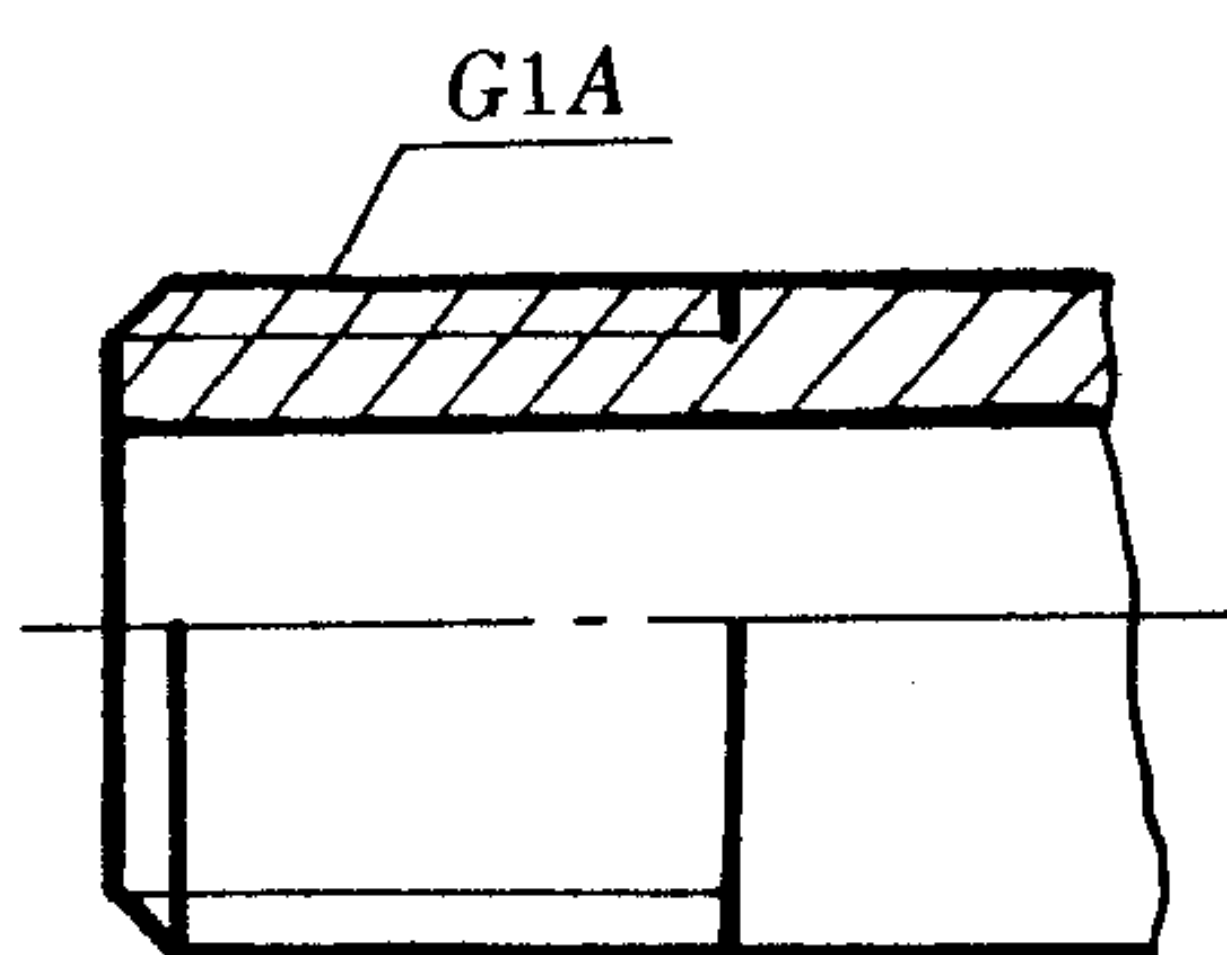
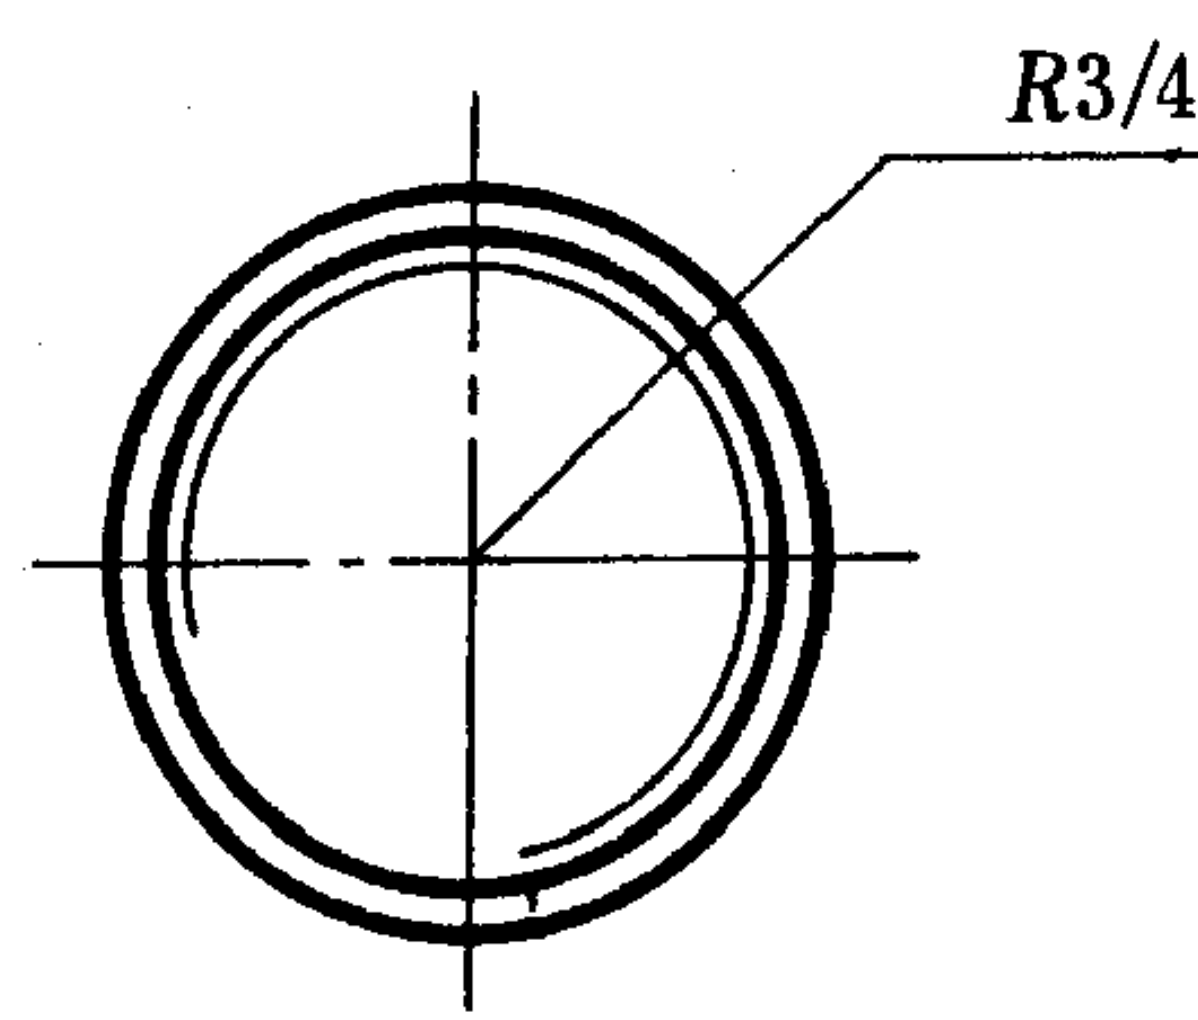

图 18
图 21
4.3 管螺纹,其标记一律注在引出线上,引出线应由大径处引出(图 18~20)或由对称中心处引出(图 21)。